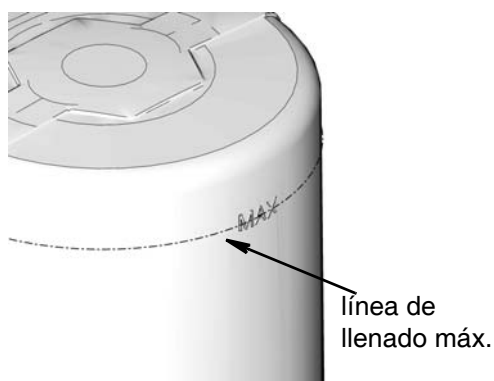

FIG. 15
- No llene en exceso (FIG. 15).